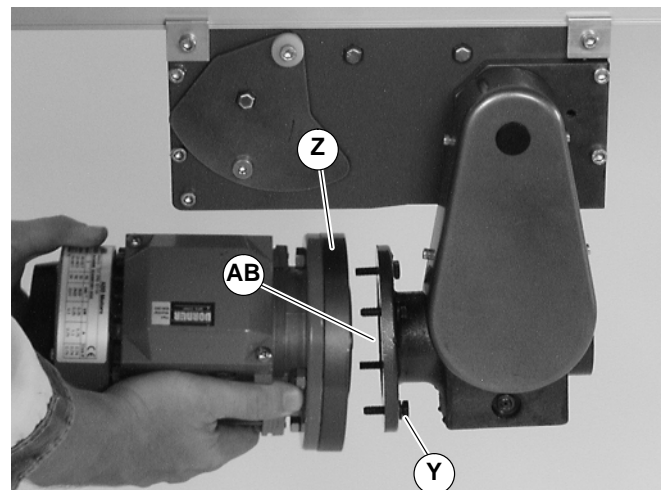

Abbildung 24
6. Mit der Paßfeder (AB siehe Abbildung 24) in der Nut, den Motor mit Adapterflansch (Z) und Untersetzungsgetriebe zusammenschieben. Die Schrauben einsetzen (Y) und festziehen.